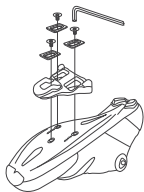

Figura 2. Instalación de los tornillos
3. Una vez colocadas las arandelas, instala los tornillos de sujeción de la cala sin apretarlos completamente (Figura 2).